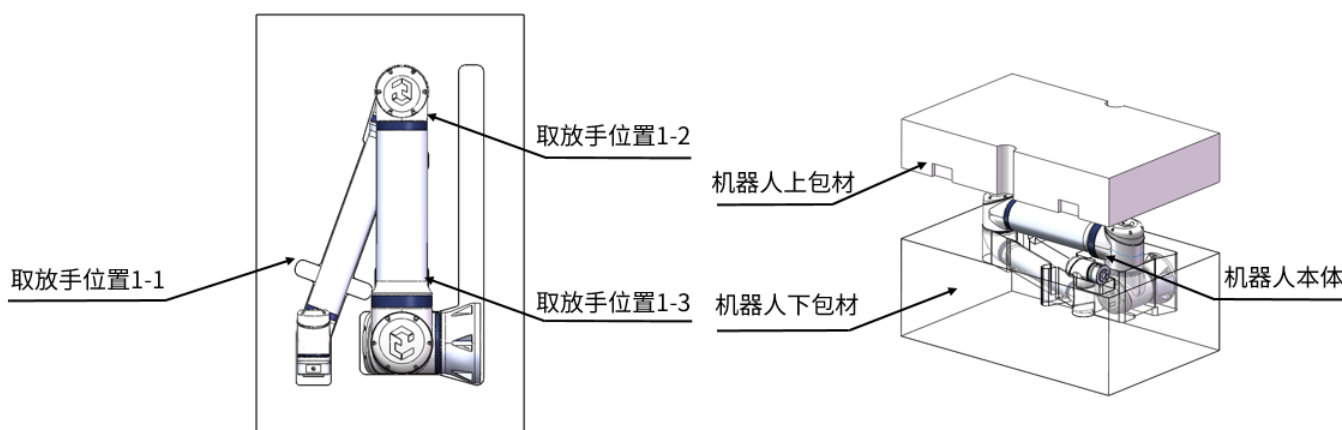

图 6-1: 机器人打包图
- CS530H 机器人的打包姿态角度是：(A1: 180°、A2: -180°、A3: 160°、A4: -70°、A5: 180°)，如图 6-1 所示；